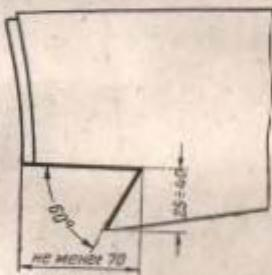
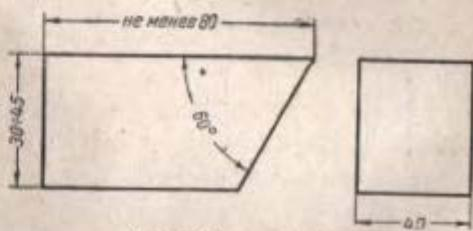
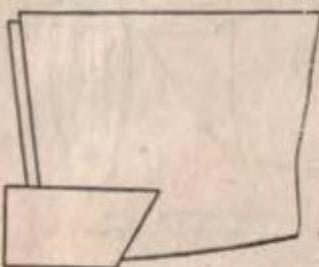

Рис. 96. Разделка паза для склейки
Рис. 97. Заготовка вклейки
Рис. 98. Постановка вклейки
(1) При наличии трещины или откола нижней задней части приклада разделать паз для вклейки (рис. 96), изготовить вклейку (рис. 97), поставить ее на клею и вклейку (рис. 98) и обработать.